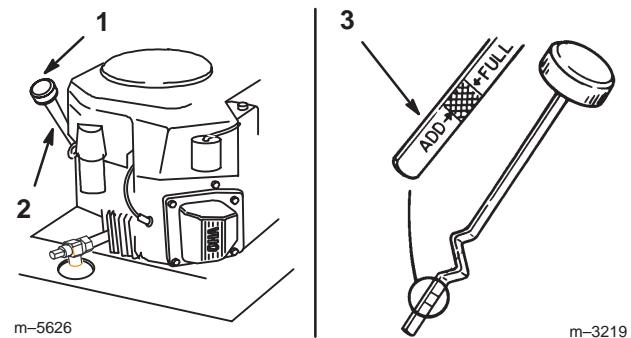

Figure 29
- Nettoyez la surface autour de la jauge d'huile (Fig. 29) pour éviter que des impuretés ne s'introduisent dans le goulot de remplissage, ce qui risquerait d'endommager le moteur.
- Dévissez la jauge d'huile et essuyez soigneusement l'extrémité métallique (Fig. 29).
- Enfoncez la jauge complètement dans le goulot de remplissage, sans la visser (Fig. 29). Sortez de nouveau la jauge et examinez l'extrémité métallique. Si le niveau est bas, versez lentement une quantité d'huile suffisante dans le goulot de remplissage pour amener le niveau au repère du plein (F).
- Versez lentement environ 80% de la quantité d'huile spécifiée dans le goulot de remplissage (Fig. 29) (voir Changement de l'huile moteur et du filtre, page 29).